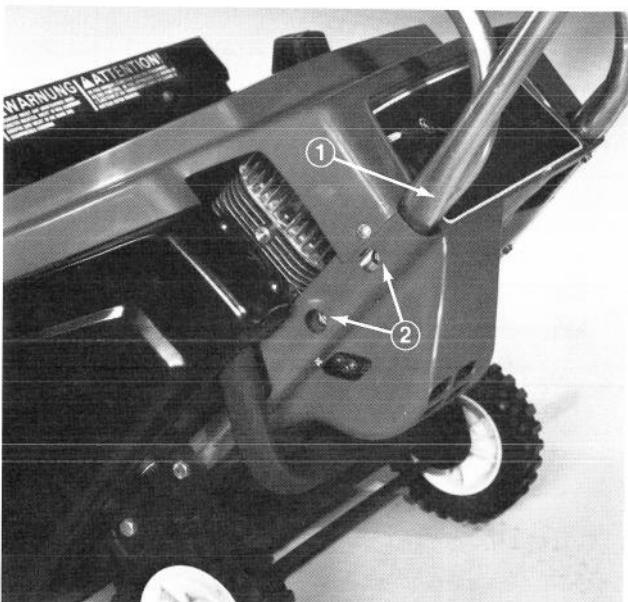

Figure 4
3. Fixez les deux côtés des mancherons en place à l'aide de quatre vis à machine (Figure 4). Bien serrer les vis.